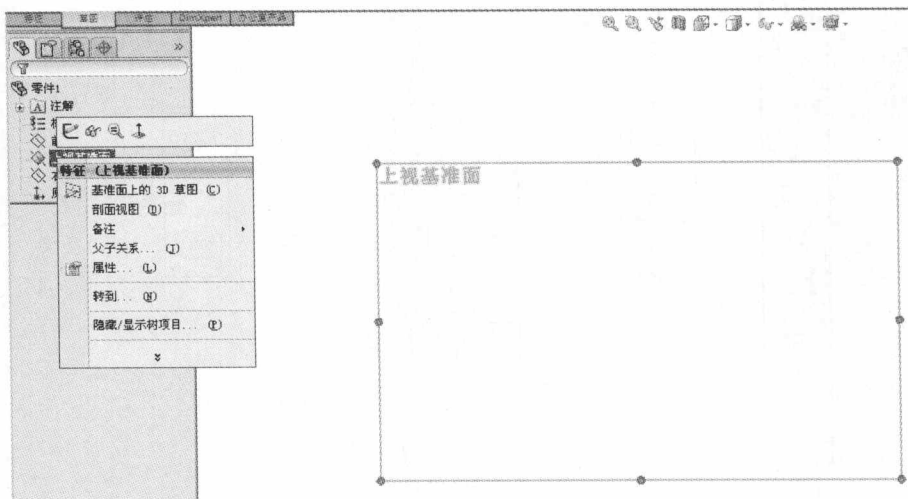

图1-25 选择上视基准平面
d. 用鼠标右键单击如图1-25所示特征管理器中的“上视基准面”，弹出右键菜单，选择“正视图”图标“”，此时绘图区显示如图1-25所示“上视基准面”图标。